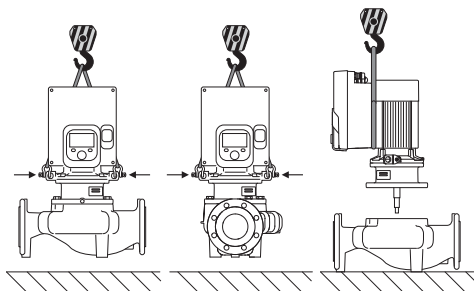

Fig. 6: Направление поднятия с вертикальным валом электродвигателя
Транспортировку насоса следует проводить с помощью разрешенных грузозахватных приспособлений (например, талей, крана и т. д.). Закрепление грузозахватных приспособлений должно осуществляться с использованием транспортировочных проушин на фланце электродвигателя. (Fig. 6, в данном случае: направление поднятия с вертикальным валом электродвигателя).
2. С целью фиксации закрепить съемный блок (Fig. 4) с помощью подходящего подъемного оборудования, используя транспортировочные проушины. Чтобы блок не опрокинулся, закрепить электродвигатель и адаптер электронного модуля ремнем, как показано на Fig. 6. При закреплении не допускать повреждения электронного модуля.